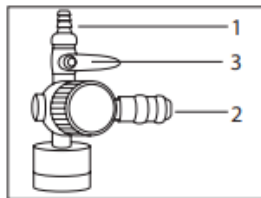

Рис. 4
9. Благодаря конструкции компрессора, Вы можете подключать одновременно два инструмента. На выходе из компрессора предусмотрены штуцера двух типов: «елочка» (Рис. 4, п. 1) и быстросъемный (Рис. 4, п. 2).
К инструменту, подключенному к быстросъемному штуцеру, воздух поступит автоматически. Для подачи давления к инструменту, подключенному к штуцеру типа «елочка», откройте шаровой кран (3) (Рис.4). Рабочее давление на выходе может изменяться непосредственно в процессе работы регулятором. Также можно отрегулировать расход воздуха отдельно только у инструмента, подключенного к штуцеру типа «елочка» посредством регулировки положения крана (3) (Рис.4).
обоих инструментах будет одинаковым, а расход воздуха будет распределяться пропорционально соотношению проходных сечений инструментов или выходных штуцеров в случае регулирования расхода воздуха краном, т.е. при увеличении расхода воздуха через штуцер (1) (Рис.4) будет уменьшаться расход воздуха через штуцер (2) (Рис.4), и наоборот.
- к штуцеру типа «елочка» – закройте кран (3) (Рис.4), ослабьте хомут (если установлен), смените шланги инструмента, снова затяните хомут и откройте кран, установив необходимый расход воздуха;
3. Снизьте давление до 1 бар, открыв штуцер «елочка» (1) (Рис.4).